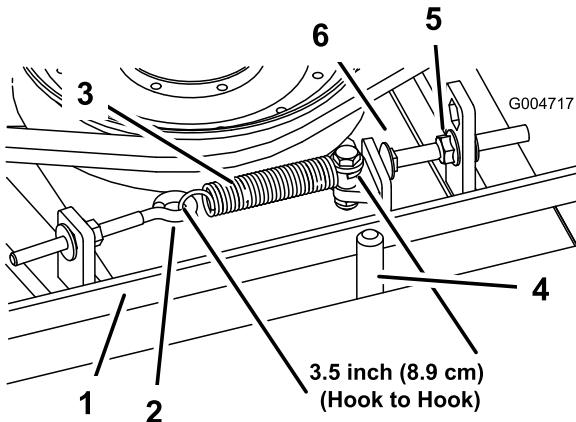

Figura 65
da carroçaria) até haver uma folga aproximada de 3 mm $+1,5/-0,0\text{ mm}$ entre a cabeça do parafuso e o braço intermédio (Figura 65).
Nota: Certifique-se de que a correia está colocada no lado da mola do guia da correia (Figura 65).
2. Desaperte o parafuso com olhal permitindo a remoção da mola de extensão (Figura 65).
3. Desaperte a porca flangeada que fixa o pino de fecho na patilha de montagem. Puxa a porca ligeiramente para trás para permitir que o braço intermédio passe pelo pino de fecho (Figura 65). Retire a polia intermédia da correia para aliviar a tensão da correia.
- Volte a ligar a mola de extensão (Figura 65) ao parafuso de olhal e aplique a tensão na correia como se segue: